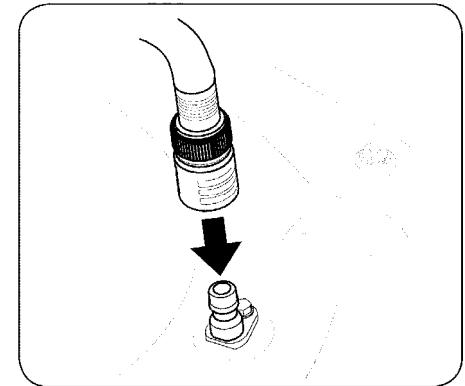

Рис.19
- Присоедините переходник шланга к водяному порту, расположенному на деке косилки. См. Рисунок 19.